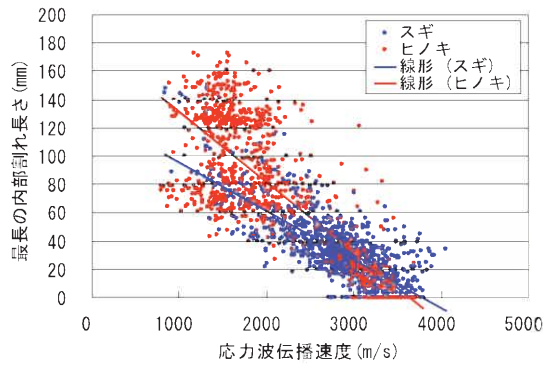

図1 応力波伝播速度と最長の内部割れ長さとの関係 (スギ、ヒノキ)
- 応力波伝播速度による内部割れ評価項目としては、「最長の内部割れ長さ」が最も有効です。内部割れ発生例を写真に、応力波伝播速度と最長の内部割れ長さとの関係を図1にそれぞれ示します。